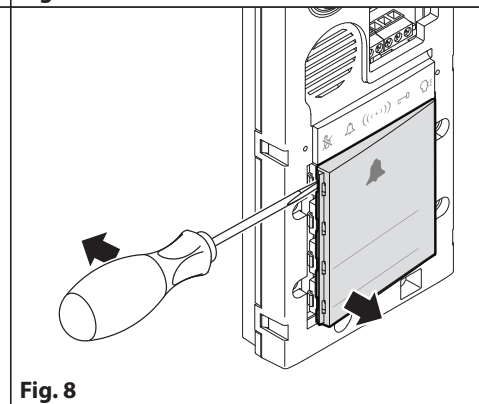

Fig. 8
1. Once the front frame has been removed (see point 1 above), pull out the one button nameplate levering it gently with a flat screwdriver (Fig. 8).
1. Una volta rimosso la cornice anteriore (vedi punto 1), estrarre il cartellino facendo leva con un cacciavite piatto (Fig. 8).
1. Une fois le cadre avant retiré (voir point 1 ci-dessus), retirez l'étiquette en faisant lever avec un tournevis plat (Fig. 8).
1. Zodra het voorste frame verwijderd is (zie punt 1), trek de naamplaat uit door het voorzichtig los te wrikken met een platte schroevendraaier (Fig. 8).
1. Una vez retirado el marco frontal (véase el punto 1 anterior), extraiga la placa con el botón haciendo palanca suavemente con un destornillador plano (Fig. 8).
1. Depois de remover a estrutura frontal (ver ponto 1 acima), retire a placa com o nome, alavancando-a suavemente com uma chave de fendas plana (Fig. 8).